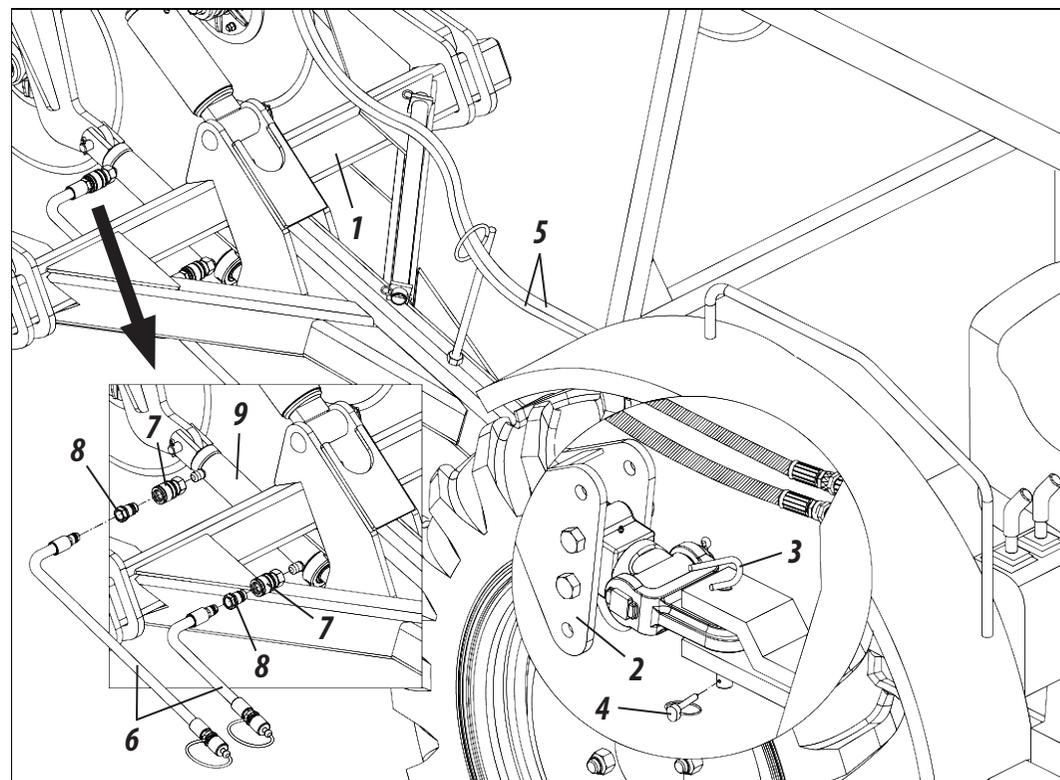

Figura 13
ACOPLE AL TRACTOR (FIGURA 13)
- 2- Después, nivele el cabezal de acople (1) de la sembradora en relación al acople del tractor a través de las regulados (2) del unión de acople. Luego, acerque lentamente al tractor a la sembradora en marcha atrás, estando atento a la aplicación de los frenos.
- 3- Luego, acople del cabezal de acople (1) al tractor, fijándolo a través del perno de acople (3) y traba (4).
- 4- Después, acople el resto de las mangueras (5) en el acople rápido del tractor, **conforme muestra la figura 13.**